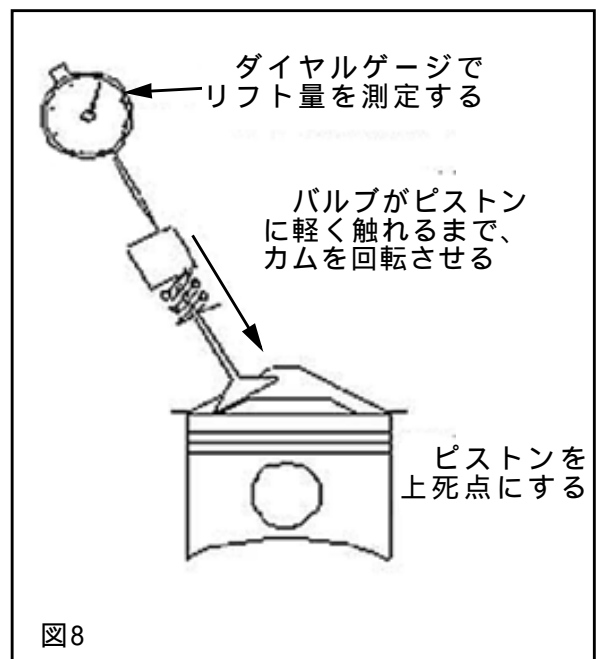

図8
- (1) 第1気筒の吸気バルブがリフトしていない状態で、吸気側リフターにダイヤルゲージをセットしてください。〔図8〕
- (2) クランクを回転させ、ピストンを上死点にしてください。
- (3) Vカムをゆっくり回転させ、手応えのあった時点で、ダイヤルゲージのリフト量を確認してください。
- (4) Vカムを逆に回し、元の位置に戻してください。
- (5) ダイヤルゲージがスタート位置に戻ったことを確認してください。
- (6) 測定したリフト量が6.7mm以上あることを確認してください。
- (7) ダイヤルゲージを取外し、排気カムを取付けてください。